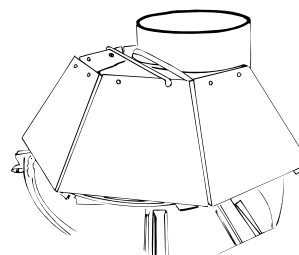

Fig. 9 Plassering varmeskjold
7. Sett skjoldet på røykklokken som vist på fig. 9.